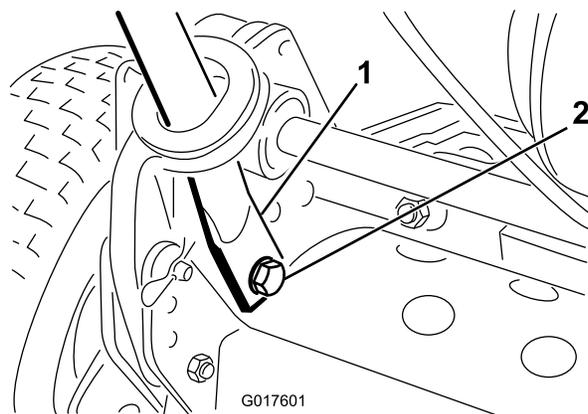

図 3
4. ハンドルの端を内側にたわめながら、取り付けピンに通す 図 3。
5. 先ほど外したボルトとワッシャとロックワッシャを使って、ハンドルの端部を取り付けピンに固定する 図 3。
6. 先ほど取り外したヘアピンコッターとリングピンを使ってハンドルアームをフレームに固定する 図 3。